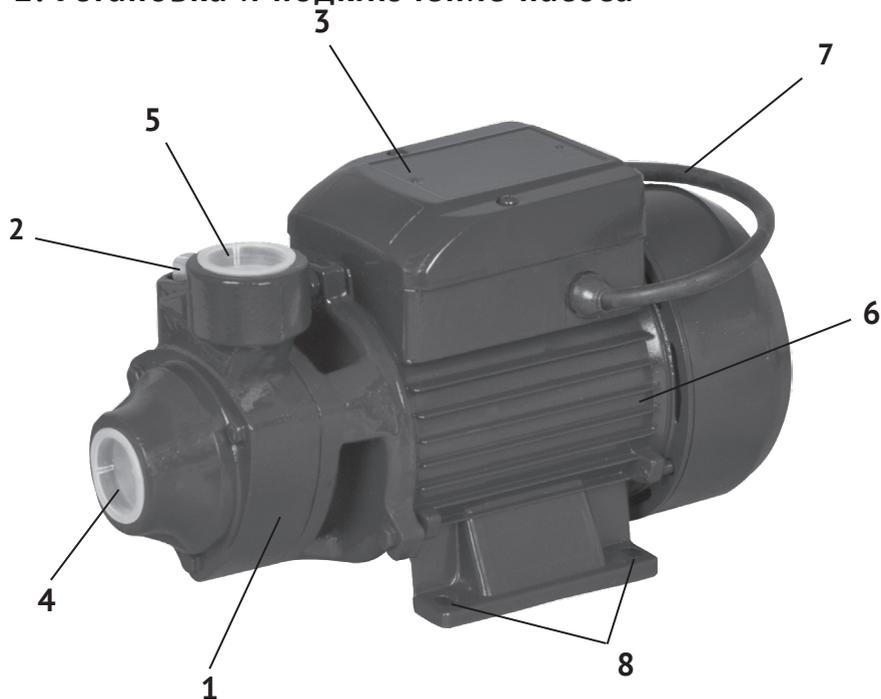

рис. 1
Насос – гидравлическая машина, преобразующая механическую энергию приводного двигателя в энергию жидкости, обеспечивающую её движение. Привод насоса осуществляется однофазным асинхронным двигателем переменного тока (рис.1 поз.6). На якорь двигателя крепится латунное рабочее колесо (крыльчатка) насоса, расположенное в металлическом корпусе (рис.1 поз.1). На корпусе насоса стрелкой указано направление вращения рабочего колеса. Входное (всасывающее рис.1 поз.4) и выходное (нагнетающее рис.1 поз.5) отверстия имеют внутреннюю резьбу 1 дюйм. В комплект поставки входят 2 штуцера для присоединения шлангов с посадкой 3/4".
1.6 Общий вид насоса представлен на рис.1
- для уменьшения вибрации рекомендуется закрепить насос (болтами, саморезами), используя 4-е крепёжных отверстия (рис.1 поз.8) в лапках опоры;
- после электрического подсоединения, блок управления (рис.1 поз.3) должен быть плотно закрыт, чтобы избежать попадания в него влаги;
- выкрутить пробку заливного отверстия (рис.1 поз.2);